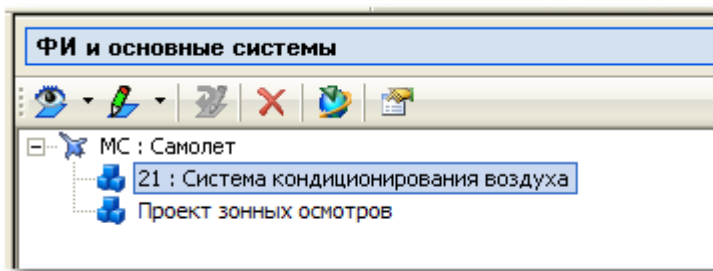

Рис. 1-4
2. В области **ФИ и основные системы** выделите систему (рис. 1-4).